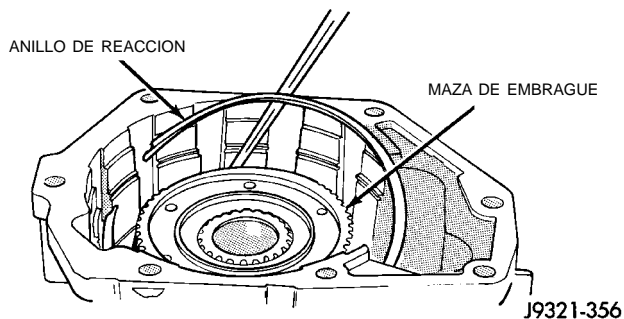

Fig. 250 Instalación del anillo de reacción del embrague de sobremarcha
(1) Instale primero el anillo de reacción del embrague de sobremarcha. El anillo de reacción es plano con extremos con escotaduras (Fig. 250).